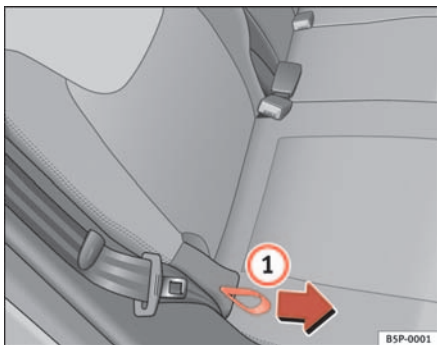

Abb. 96 Einstellung der Lehnenneigung, Rücksitz
- Halten Sie die Rückenlehne oben fest. Ziehen Sie die seitliche Zugschlaufe am Sitz ⇒ Abb. 96 ① in Pfeilrichtung und halten Sie die Zugschlaufe in dieser Stellung. Drücken Sie die Rückenlehne in die gewünschte Stellung nach hinten und lassen Sie die Zugschlaufe los.